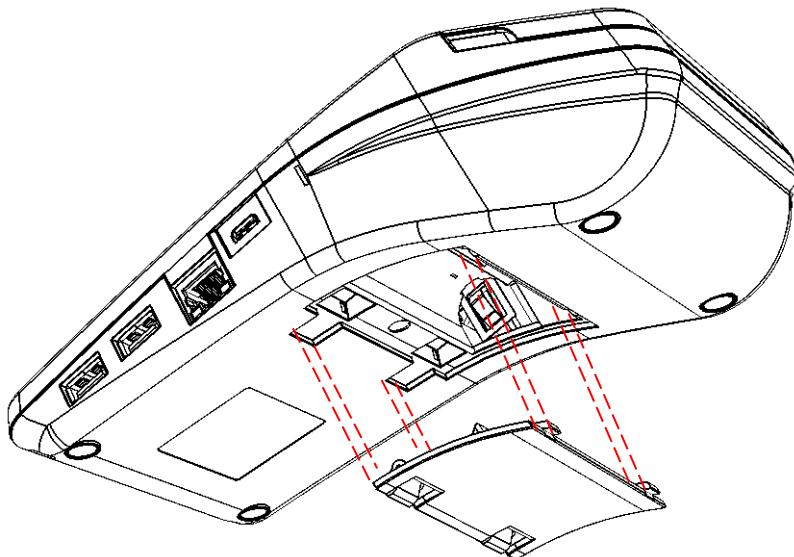

Рисунок 5. Снятие крышки отсека для АКБ и ФН
4. Отделить крышку от отсека (см. рисунок 5 на странице 9).
3. Отделить крышку отсека от корпуса (см. рисунок 5).